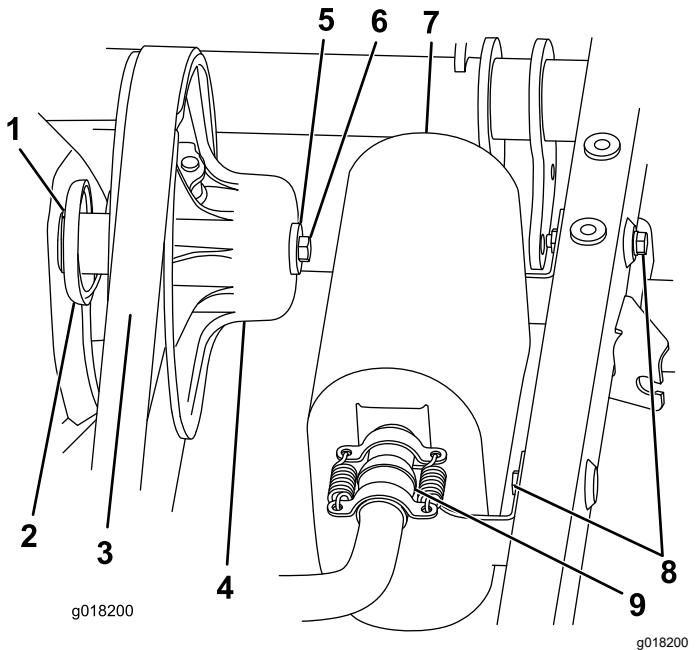

Bild 9
4. Nehmen Sie den Riemenscheibe von der sekundären Kupplung ab (Bild 9).
5. Entfernen Sie die Schraube und Scheibe, mit denen die Kupplung befestigt ist; ziehen Sie die Kupplung vom Getriebe (Bild 9).